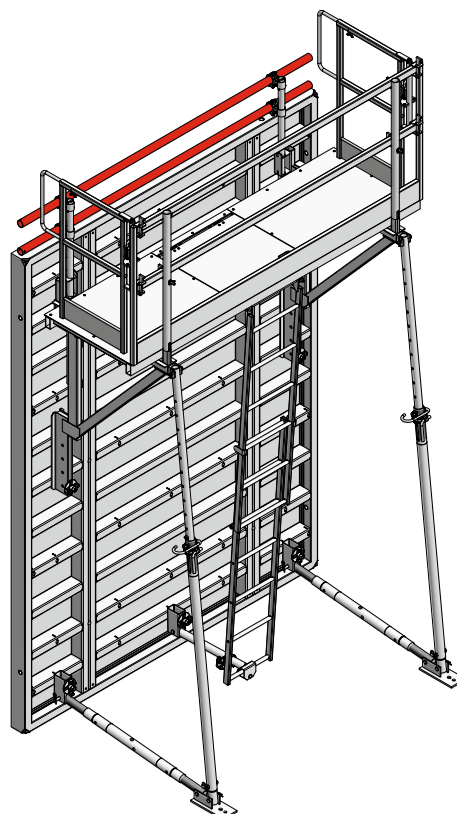

Abb. 33.3
Im lotrechten Stand der Schalung kann das versenkbare Frontgeländer durch Drehen der beiden Frontgeländerpfosten in der Höhe verstellt werden (Abb. 33.3).
- Eingefahren (Abb. 33.3)